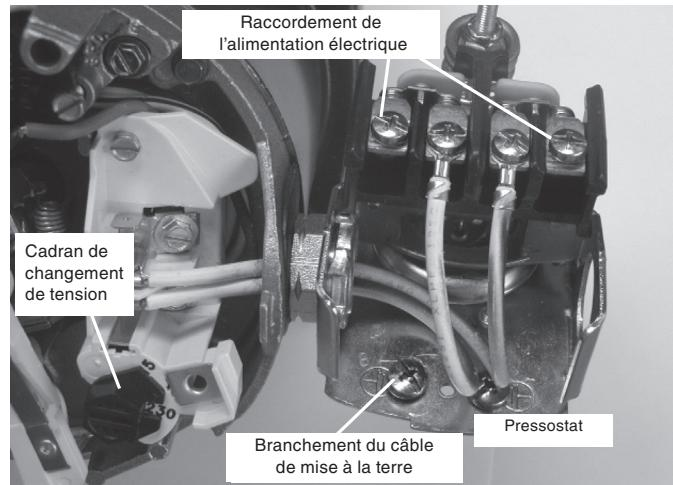

Figure 10 : Tension réglée à 230 volts, type de cadran
3. Fixez les fils d'alimentation entrants aux deux vis extérieures du pressostat comme illustré à la figure 10.
4. Fixez le fil de terre à l'un des raccordements de mise à la terre, comme illustré à la figure 10.